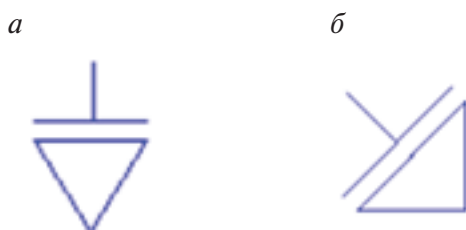

Рис. 2.5.42. Изображение вентиляционной решетки:
- 3) создание блоков условных графических обозначений элементов схем. Вставка блоков. В *DesignCenter AutoCAD* хранятся изображения блоков, располагающихся на горизонтальных участках трубопроводов, т. е. их вид спереди. Изображения блоков, расположенных на наклонных участках трубопроводов (аксонометрическое изображение), нужно начертить и создать блок (см. 2.5.1, п. 2). Изображение вентиляционной решетки для выпуска воздуха на виде спереди и ее аксонометрия показаны на рис. 2.5.42, *a*, рис. 2.5.42, *б*;